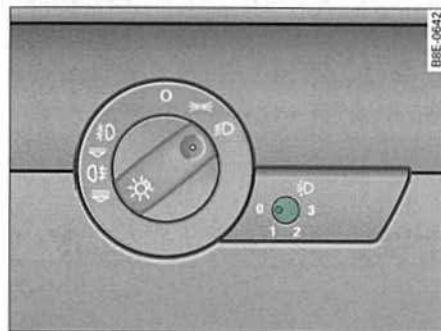

Fig. 66 Regulación del alcance de las luces
- Pulse brevemente el botón  ⇒ fig. 66, para sacarlo de su posición de ajuste.